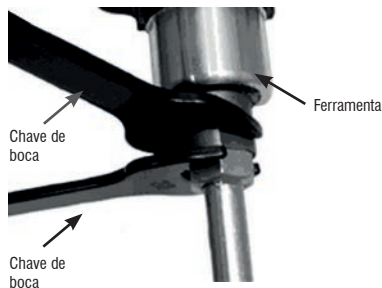

Fig. 3 - Montagem da pá na ferramenta
3. Monte o conjunto (extensão + pá) na ferramenta, conforme Fig. 3;